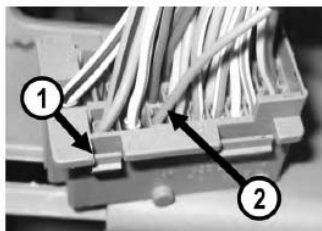
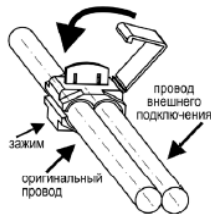

Рис.4 Подключение ДУТ
Рис. 6
За ним, в глубине, находится серая 33-х контактная колодка (поз.1, Рис.4) жгута панели приборов к жгуту заднему. Далее соедините зажимом (Рис.6) розовый провод из жгута БК с розовым проводом (заводским) (поз.2, Рис.4). Провод подходит к 13-му контакту серой 33-х контактной колодки жгута панели приборов к жгуту заднему.
3.1.4 Подключение сигнала расхода топлива (СРТ). Соедините зажимом (Рис.6) *оранжевый* провод из жгута БК с *жёлто-красным* проводом колодки комбинации приборов.
3.1.5 Подключение датчика скорости автомобиля (ДСА). Соедините зажимом (Рис.6) *коричневый* провод из жгута БК с *серым* проводом колодки комбинации приборов.